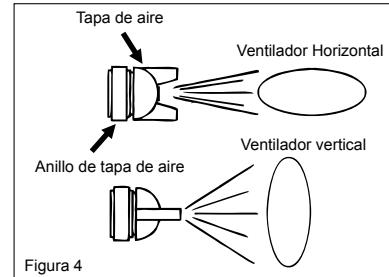

Figura 4
1. Ajustar las direcciones de la tapa de aire a ser horizontal o vertical como se requiere aflojando el anillo de la tapa de aire de 90 grados con la mano. Apriete a mano el anillo de la tapa de aire después del ajuste. (Ver Figura 4)